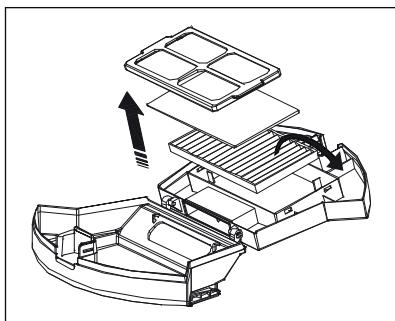

Fig. 10
- 4) Afferrare le due linguette del filtro a reticella ed estrarre il filtro dallo scomparto del filtro EPA 7. Estrarre il filtro EPA 7 e il filtro di espanso dallo scomparto tirando la linguetta (vedere fig. 10).